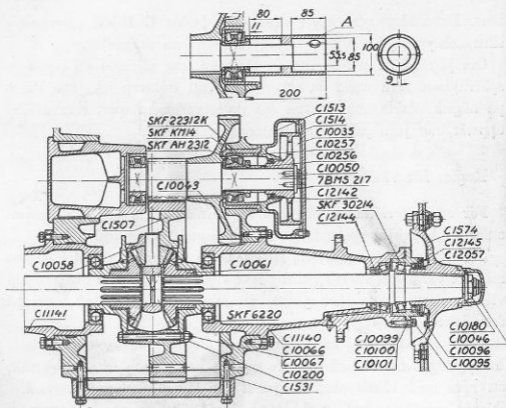

Fig. 61
Från det fasta kugghjulet på 2:a mellanaxeln överföres motorns drivning genom kugghjulet C 10043 fig. 61 till 3:e mellanaxeln C 10050 fig. 61. Axeln är utbildad till en kuggtrilla och på högra sidan är handbromsen monterad.
Vid demontering av 3:e mellanaxeln måste först differentialväxeln och 2:a mellanaxeln demonteras. Sedan detta är utfört, sker demonteringen på följande sätt, se fig. 61 och 62:
Rullagret SKF-22312 K på höger sida är fastsatt på axeln medelst en konisk hylsa SKF-AH 2312. Hylsan lossas genom att draga till ringmuttern SKF-KM 14. Då hylsan i regel sitter mycket hårt, erfordras för detta ändamål en speciell hylsnyckel A fig. 61. Fig. 62 visar hur avdragningen med denna hylsnyckel utföres.
Montering av 3:e mellanaxeln sker på följande sätt enligt fig. 61:
Handbromsen är monterad på 3:e mellanaxeln, se fig. 61.
Tätningen för olja från växellådan sker medelst en packning C 12142 fig. 61. Packningen är placerad i kåpan för handbromsskivan och tätar kring bromsskivans nav.
Konstruktionen, som framgår av fig. 61, är av den mest kända typen med koniskakugghjul.
Kilen får ej drivas hårt, den är endast avsedd att förhindra att differentialväxeln faller ned, då lagerrör och drivaxlar dragas ut. Skruva loss lagerrören från växellådan och slå ut dem så långt, att kullagren SKF 6220 fig. 61 släppa, varefter lagerrör med axlar yftas ned.
Isärtagning av differentialväxeln sker genom att taga bort de genomgående bultarna C 10066 och C 10067 fig. 61, varefter samtliga detaljer äro fullt åtkomliga.
Kuggringscentrum C 1507 fig. 61 och differentialkåpa C 10058 fig. 61 är arbetade tillsammans och därför märkta med samma nummer. Vid ett eventuellt utbyte måste dessa båda detaljer bytas ut samtidigt, även om endast den ena är skadad.
**Glöm ej att låsa alla muttrarna C 10200 fig. 61 med saxpin-
Tillse före montering av bakre locket, att packningen C 1531 fig. 61 icke är skadad.
Drivhjulsaxlarnas lagring framgår av fig. 61. Axlarna äro dels lagrade i differentialväxeln, där de med kilar äro förbundna med de stora koniska kugghjulen C 10061 och dels med lagerrören C 11140 och C 11141 medelst ansättbara, koniska rullager SKF 30214.
Smörjning av drivhjulsaxlarnas rullager sker genom en smörjnippel på sätt, som framgår av fig. 61. Instruktioner angående smörjningen lämnas i kap. XII "Traktorns smörjning".
genom borttagande av någon av mellanlägggen C 10099, C 10100 och C 10101 fig. 61. Drivhjulsaxlarna få icke glappa men ej heller gå tyngre, än att man med hjälp av båda händerna kan vrida den runt.
Vid demontering av lagerhuset C 10095 fig. 61 för justering av drivhjulsaxlarnas rullager skall alltid tätningsringarna i lagerhuset undersökas, och om det är nödvändigt, bytas ut före monteringen.